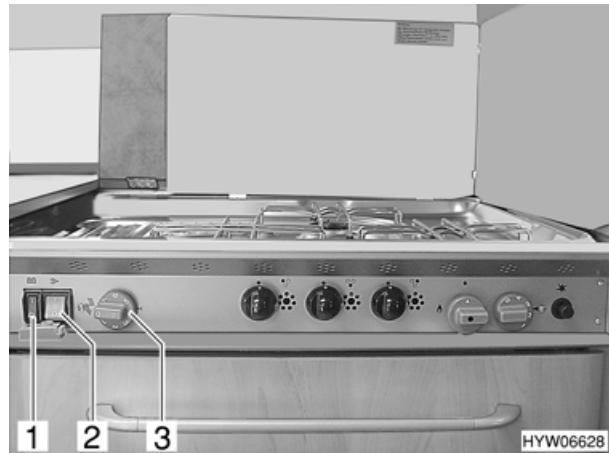

Bild 92 Bedienelemente für Kühlschrank
- 12-V-Schalter (Bild 92,1) auf "0" stellen.
- 230-V-Schalter (Bild 92,2) auf "I" stellen.
- Drehregler-Thermostat (Bild 92,3) nach gewünschter Kühltemperatur zwischen "1" und "7" einstellen.